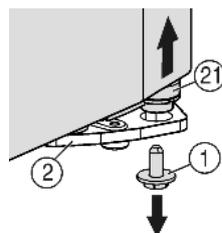
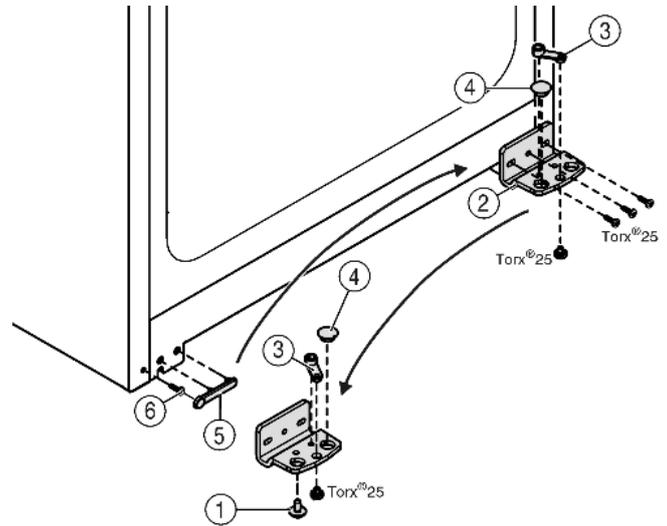

Fig. 4
Fig. 5
- ▶ In basso a destra nel blocco di supporto svitare la vite di arresto Fig. 4 (1).
- ▷ Il perno di supporto Fig. 4 (21) si stacca dal blocco di supporto Fig. 5 (2).
- ▶ Se il perno di supporto Fig. 4 (21) non si stacca, estrarre il perno dal basso.
- ▶ Svitare il blocco di supporto Fig. 5 (2).
- ▶ Svitare l'elemento di supporto Fig. 5 (3) e spostarlo nel foro di alloggiamento opposto del blocco di supporto, serrarlo nuovamente.
- ▶ Estrarre il tappo Fig. 5 (4) dal blocco di supporto e spostarlo nel foro di alloggiamento opposto del blocco di supporto.
- ▶ Togliere la copertura Fig. 5 (5) lato maniglia facendo attenzione.
- ▶ Svitare la vite Fig. 5 (6) e inserirla di nuovo sul lato opposto.
- ▶ Applicare nuovamente sopra la copertura Fig. 5 (5).
- ▶ Fissare nuovamente il blocco di supporto Fig. 5 (2) sul nuovo lato cerniere **fermamente a 4 Nm** eventualmente servendosi di un avvitatore a batteria.
- ▶ Avvitare la vite di arresto Fig. 4 (1) in basso nel perno di supporto e serrare (a 4 Nm).